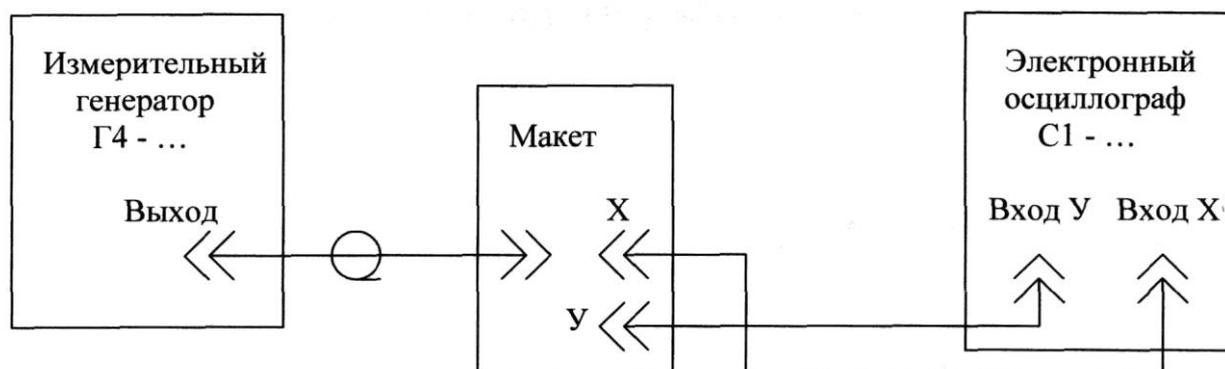

Рис.1 .
2.2. Собрать схему рис. 1. Дать ее на проверку преподавателю.